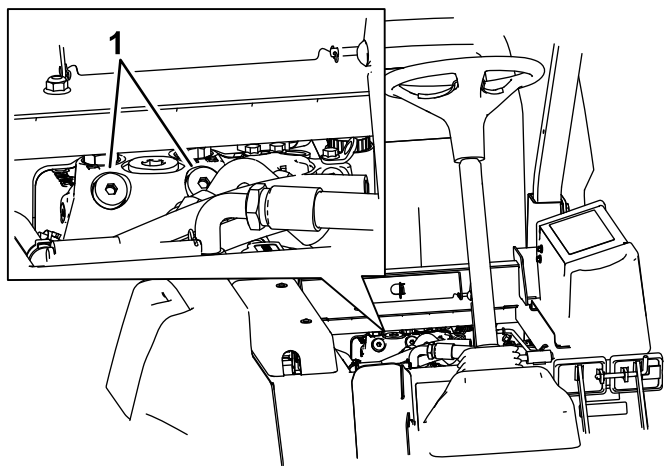

Figura 70
1. As válvulas de derivação encontram-se sob a dianteira do depósito de combustível (Figura 70).